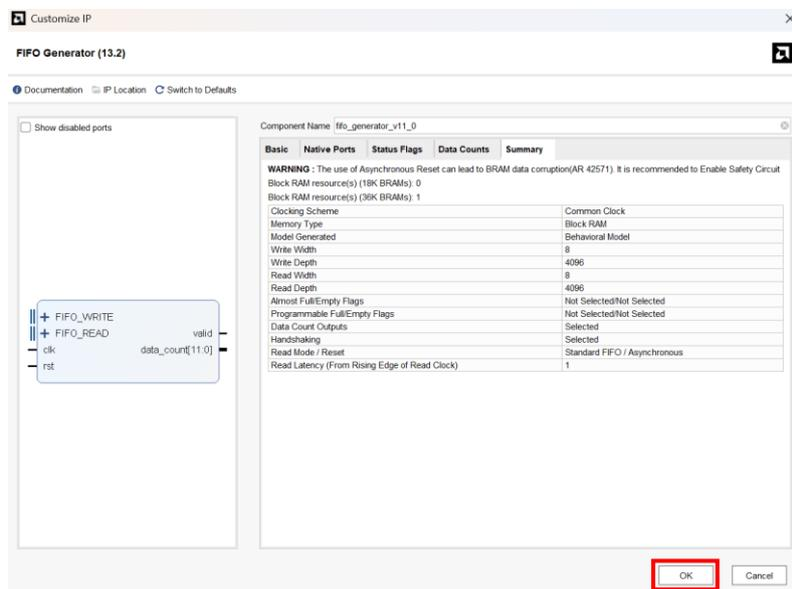

図 4-19 [Summary] - [OK]
(13)[Summary]を開き、設定を確認し終わったら、[OK]をクリックします(図 4-19)。